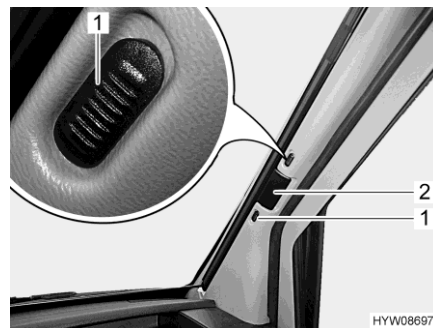

Bild 25 Plisségardin (vindruta)
- Skjut upp resp. ned låsknapparna (Bild 25,1) (röd punkt = öppet).
- Håll plisségardinen för vindrutan i handtaget (Bild 25,2) och dra den mot fönstrets mitt.
- Skjut de två hälfterna av plisségardinen för vindrutan utåt så långt det går, ta tag i handtaget (Bild 25,2).
- Skjut ned resp. upp låsknapparna (Bild 25,1) (ingen röd punkt = låst).